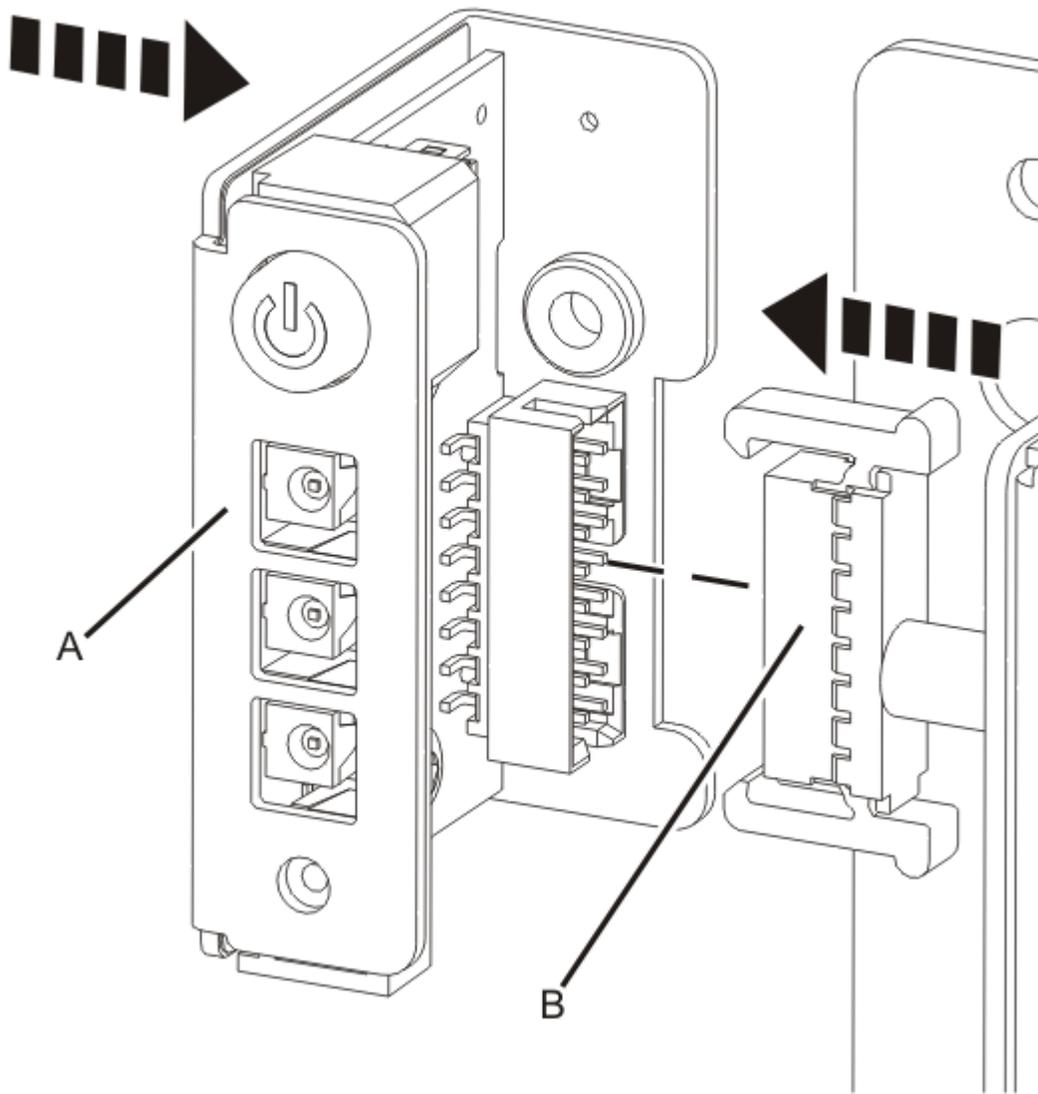
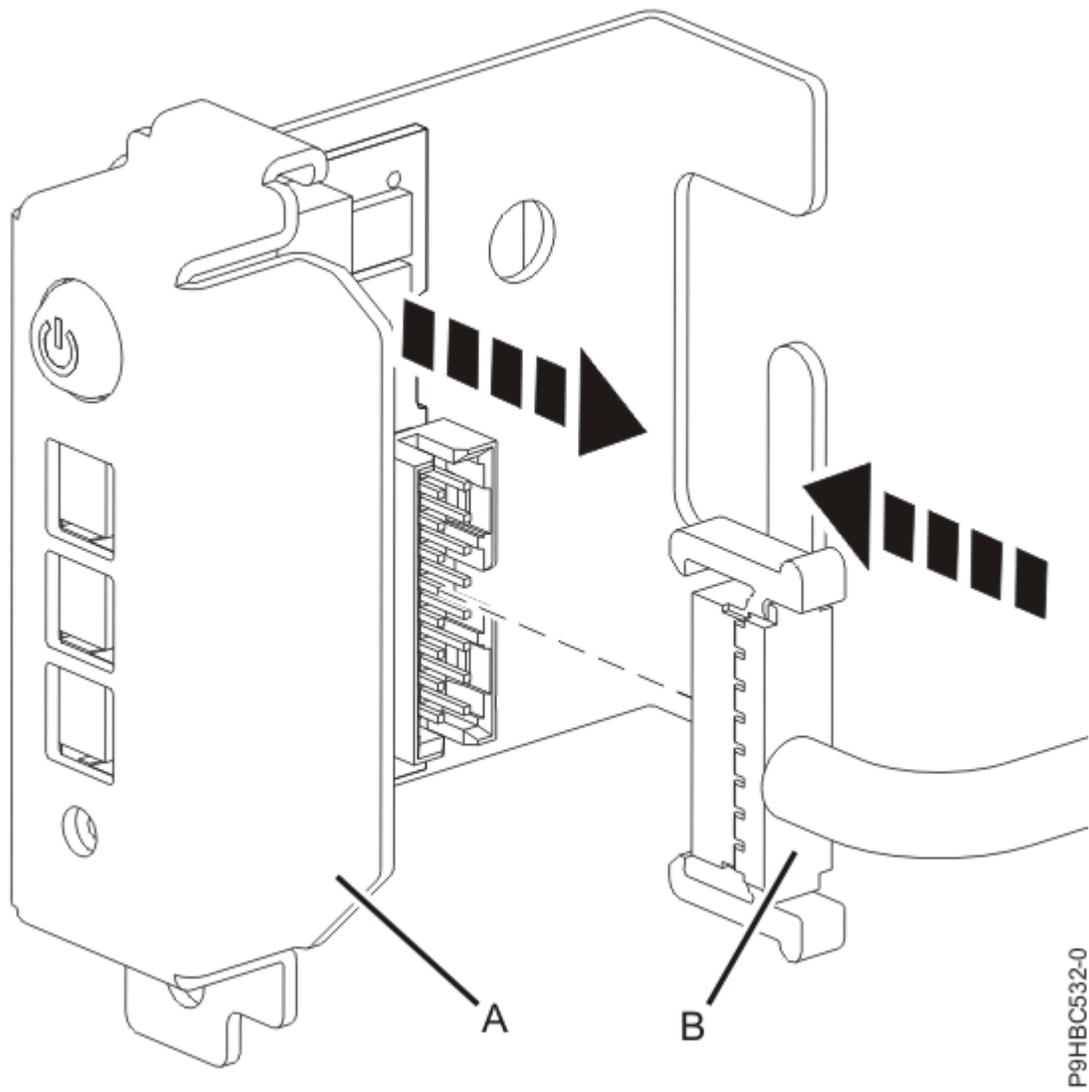

Abbildung 22. Steuerkonsole und Kabel bei einem Einschubsystem anschließen
Abbildung 23. Steuerkonsole und Kabel bei einem Standalone-System anschließen
2. Schließen Sie das Steuerkonsolenkabel (**B**) an der Steuerkonsole (**A**) an (siehe Abbildung 22 auf Seite 24 oder Abbildung 23 auf Seite 25).